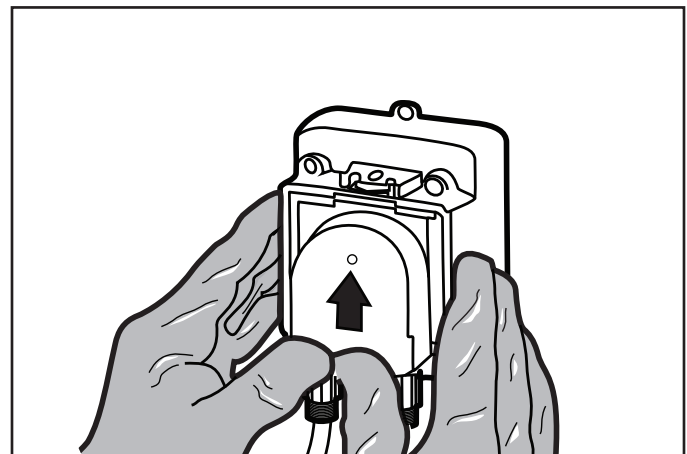

Figure 18. Enlever le couvercle glissant
3. Pour enlever le couvercle glissant, pousser vers le haut au bord levé. Se reporter à la Figure 18.